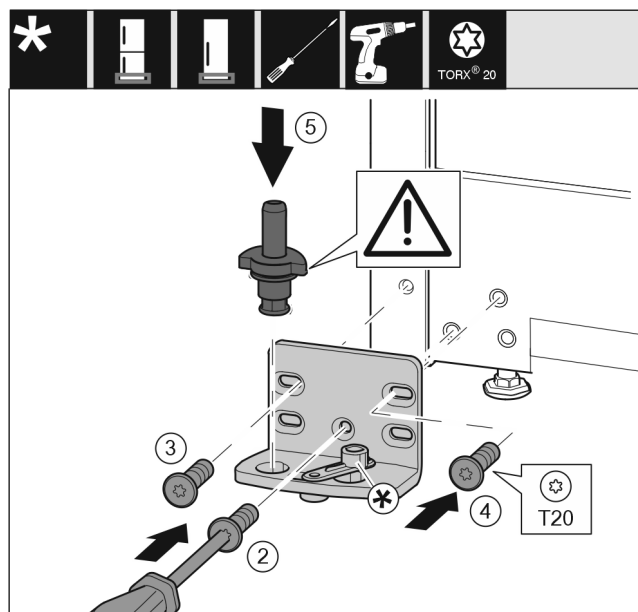

Fig. 22 \*
- Applicare il blocco di supporto sull'altro lato e avvitarlo con l'aiuto di un cacciavite. Iniziare dalla vite Fig. 22 (2) in basso al centro.\*
- Stringere la vite Fig. 22 (3) e la vite Fig. 22 (4).\*
- Inserire completamente i perni di supporto Fig. 22 (5). Facendo ciò assicurarsi che la camma di arresto sia rivolta all'indietro.\*
- Applicare il blocco di supporto sull'altro lato e avvitarlo con l'aiuto di un cacciavite. Iniziare dalla vite (2) in basso al centro.\*
- Stringere la vite (3) e la vite (4).\*
- Inserire completamente i perni di supporto (5). Facendo ciò assicurarsi che la camma di arresto sia rivolta all'indietro.\*